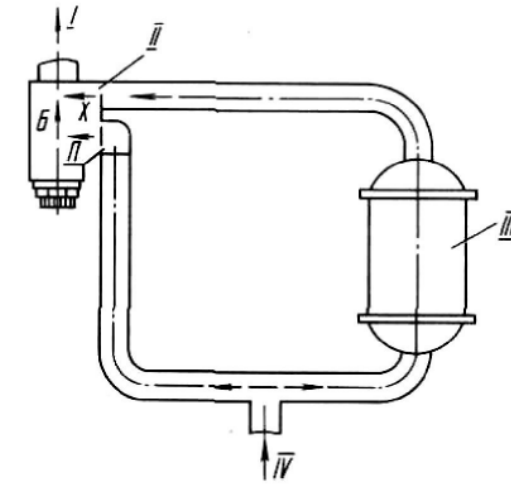
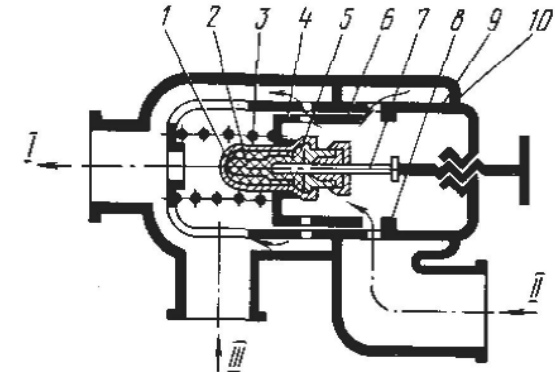

Рис. 2. Схема включения терморегулятора: I - в дизель; II - терморегулятор; III - холодильник; IV - из дизеля
Рис. 3. Схема работы терморегулятора: I - в дизель; II - из дизеля; III - из холодильника
Автоматическое поддержание заданной температуры масла производится по принципу перепуска, т.е. часть масла, выходящего из дизеля, направляется мимо холодильника на вход в дизель, перемешиваясь с охлажденным маслом (рис. 2). Распределение потоков, идущих на перепуск и холодильник, осуществляется с помощью клапана 6 (рис. 3), установленного в корпусе 10 терморегулятора. При повышении температуры масла выше заданного значения объем заполнителя 5 термодатчика увеличивается и, сжимая чувствительный элемент 2, выталкивает шток 7, за счет чего перемещается корпус 1 термодатчика и клапан 6. Клапан, перемещаясь, перекрывает входные окна в корпусе 9, увеличивая сопротивление перепускной линии и патрубков холодильника, изменяется таким образом, что обеспечивает поддержание заданного температурного режима.
5.4. Схема включения терморегулятора приведена на рис. 2.
Терморегулятор устанавливается так, чтобы маркировка патрубков совпадала с направлением потока масла, указанным на рис. 2.